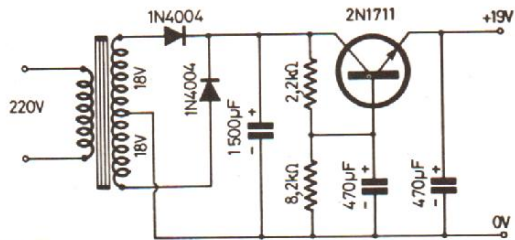

Fig. 5
*Nous vous proposons une petite alimentation stabilisée à la fig. 5. Le redressement bialternance est obtenu à partir d'un transformateur à double enroulement au secondaire. Chaque enroulement délivrera une tension de 18 V efficaces. Le redressement est assuré par deux diodes du type 1N 4004. Cette tension redressée est en suite filtrée par un condensateur de 1 500 µF, puis stabilisée à l'aide d'un
Cet appareil peut fonctionner sur piles (4 piles de 4,5 V montées en série par exemple), mais pour une utilisation intensive il sera préférable de prévoir une petite alimentation secteur. Sa tension de sortie devra alors être comprise entre 18 et 24 V et elle devra pouvoir supporter un courant de 50 mA (*) (fig. 5).